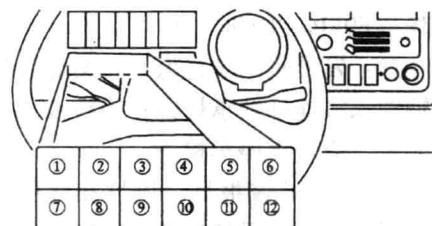

图 1-11 指示及警报灯位置图
1) 指示与警报灯设置的位置及说明。在仪表板总成上装有 12 档指示与警报灯，如图 1-11 所示，主要由排气制动指示灯、冷却液液面高度和过热警报灯、驻车制动指示灯、机油压力警报灯和空气压力警报灯等组成，见表 1-2。